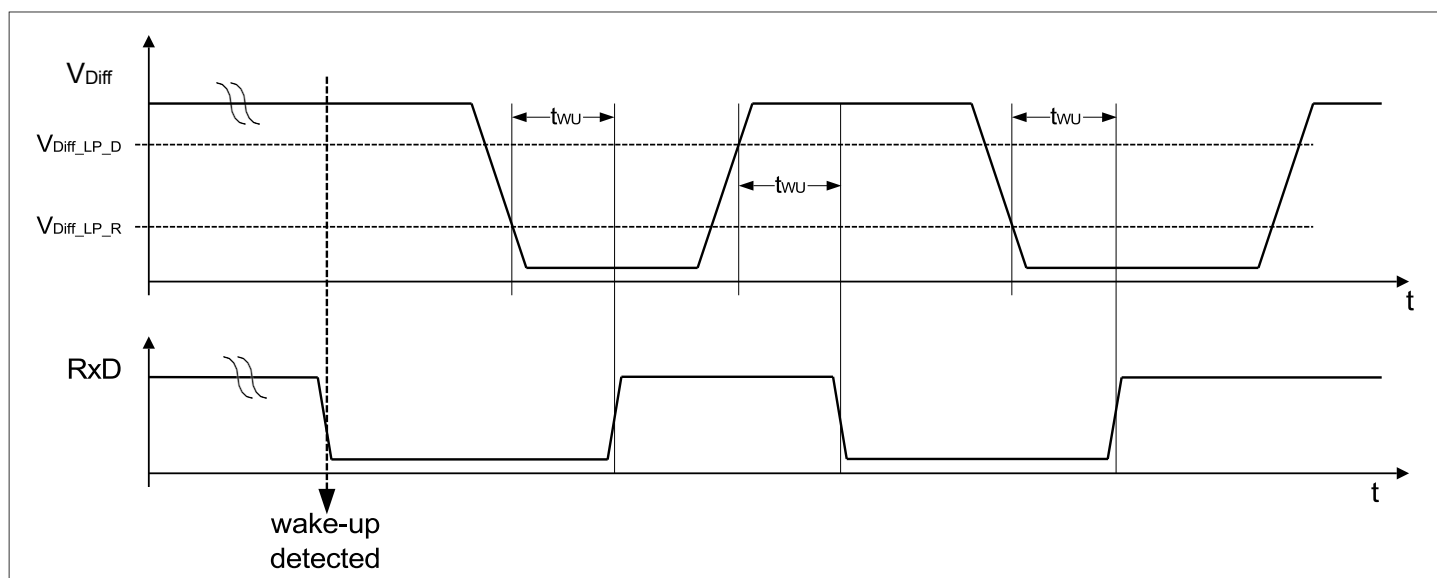

图 7 唤醒检测后的 RxD 信号
- 低功耗接收器启用并监视 HS CAN 总线的有效唤醒模式 (WUP)。RxD 输出引脚指示检测到有效唤醒模式（章节 5.4）。只要没有检测到唤醒事件，RxD 输出默认为“高”。检测到唤醒后，RxD 以一定的延迟跟随总线（见 图 7）。
器件检测到唤醒事件后，RxD 输出跟随 CANH/CANL 输入引脚的状态而变化。当脉冲宽度超过滤波时间 t_{Filter} ，显性和隐性信号会在 RxD 的输出端分别以“高”和“低”的形式表示，并具有 t_{WU} 的延迟（参见 图 7）。